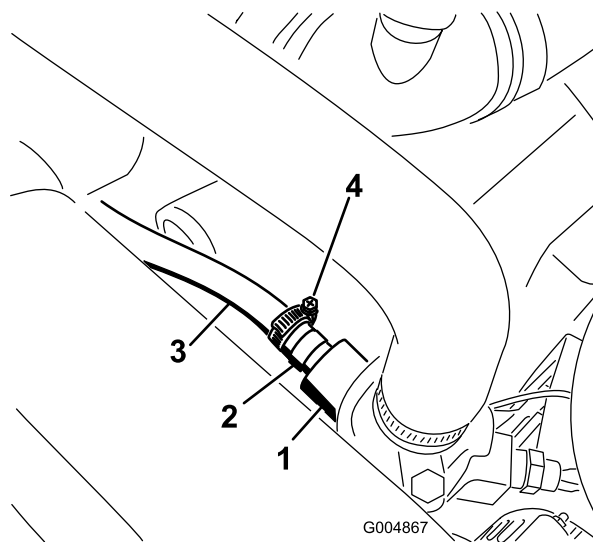

図 16
3. サーモスタットハウジングにホースアダプタフィッティングを取り付ける 図 16。
4. 圧力側ホースのもう一端をエンジンのサーモスタットハウジングのアダプタフィッティングに接続する 図 16。
注 ホースクランプを使ってホースをアダプタフィッティングに固定する。図 16 のように、ホースをエアクリナーの下に通す。
注 ハーネスは高温部や回転部から確実に離して配線してください。カップラホース2本をケーブルタイで 図 16 のように固定する。